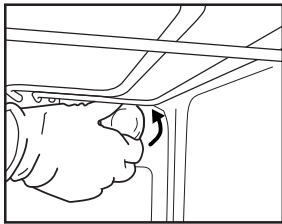

Fig. 6
2. Skru av lampedekelet (fig. 6), skift pæren (se merknad for type) og skru lampedekelet tilbake på plass.